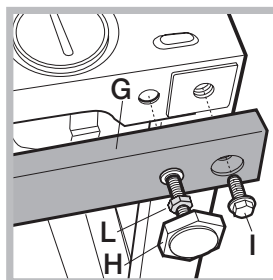

Fig. 11
les 2 traverses (G); les 4 pieds (H); les 4 vis (I); les 4 écrous (L) puis procédez comme suit (*fig. 11*): démontez les 4 pieds originaux, positionnez une traverse G dans la partie avant de la machine, fixez-la à l'aide des vis I (en les vissant dans les trous où étaient fixés les pieds originaux) puis montez les nouveaux pieds H.